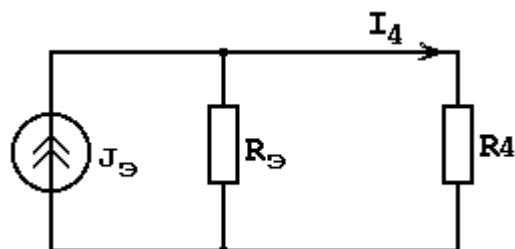

Рисунок 1.70
1. Эквивалентная схема для расчета тока I_4 имеет вид (рисунок 1.70)
3. Ток в элементе R_4 (рисунок 1.70) находим, используя правило делителя тока